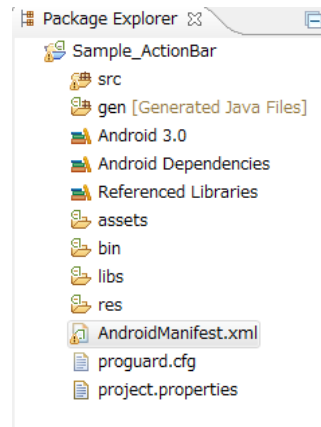

図 5-7
- (a) Package Explorer ビューでAndroidManifest.xmlをクリックします。(図 5-7)